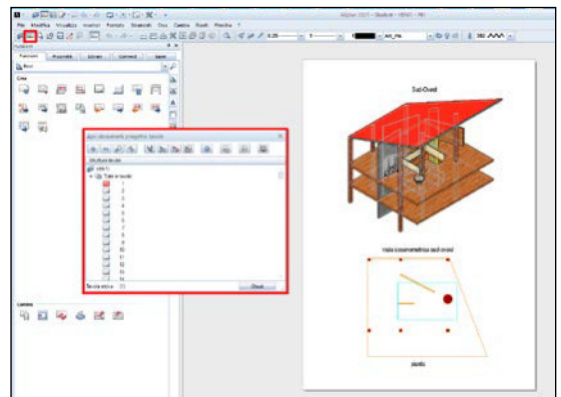

Fig. 84
- È possibile creare più tavole per uno stesso progetto tramite «apri documenti progetto: tavole» (Fig. 84).